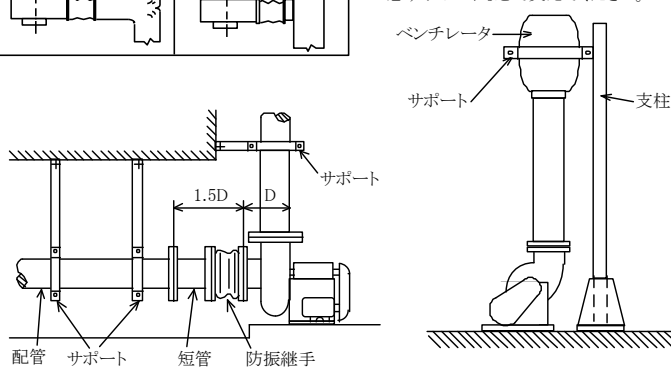

図 9
- (1) 本機の取扱気体は、清浄空気です。厨房のように、油ダストや水滴の入ることが予想される場合には、ご使用できません。
- (2) ファンの吸込・吐出しフランジは、防振継手を介してダクトと接続してください。ファンとダクトを直接接続すると、ファンやダクトの振動過大の原因になるばかりか、ファンにダクトの質量がかかりファンが変形し、回転体と静止部の接触をひきおこすなど、重大な故障や破損の原因となります。防振継手は取外し易いので、これを外せば内部の点検も容易になります。
- (図 9)
- (3) ファンとダクトを接続する前に、ダクト内およびファンの内部を点検し、ウエス（布）・工具などの異物がある場合には、これらを取除いてください。
- (4) ダクトの吸込口や送風機の吸込口には、金網などを取付け異物がファンに吸い込まれないようにしてください。